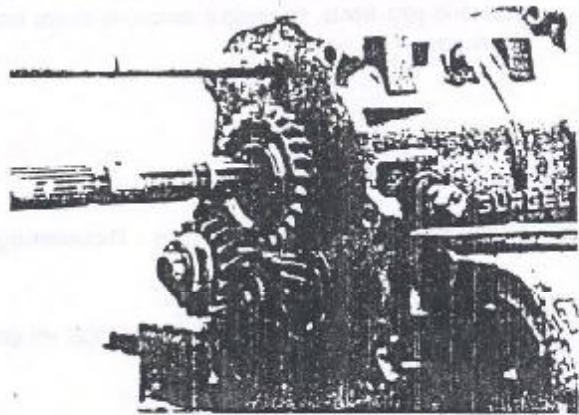

Figura 3.01.3 - Prolongamento removido
7. Remover os parafusos e arruelas de fixação do prolongamento da carcaça e remover o prolongamento e a junta (Figura 3.01.3)